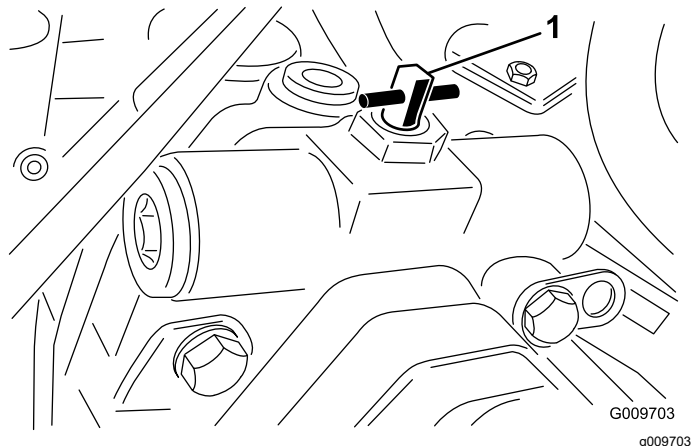

Figura 65
3. Girate la valvola di 90° (1/4 di giro) in qualsiasi direzione per aprirla e consentire al fluido di effettuare il bypass internamente (Figura 65).
- Girate la valvola di 90° (1/4 di giro) in qualsiasi direzione per aprirla e consentire al fluido di effettuare il bypass internamente (Figura 65).